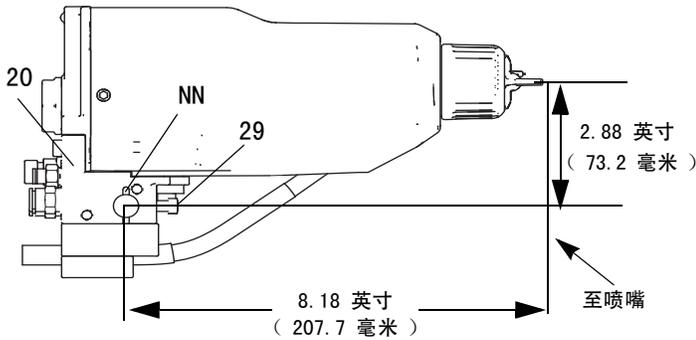

图 4. 安装支架
1. 松开歧管上的两个固定螺钉 (29)，并将歧管 (20) 滑动到 1/2 英寸 (13 毫米) 的固定杆上。
注：为了提高定位准确性，将一个 1/8 英寸 (3 毫米) 的定位针插入支架槽 (NN) 中并通过杆洞。参见图 4 中的详情。